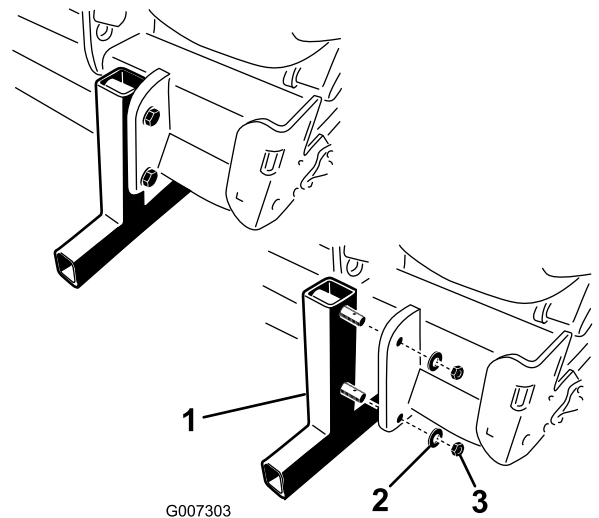

图19
2. 卸下将存放支架固定到打孔机的螺母和锁紧垫圈图19。
4. 将保险销包含在散装零件中插入存放支架销以便进行存放图19。